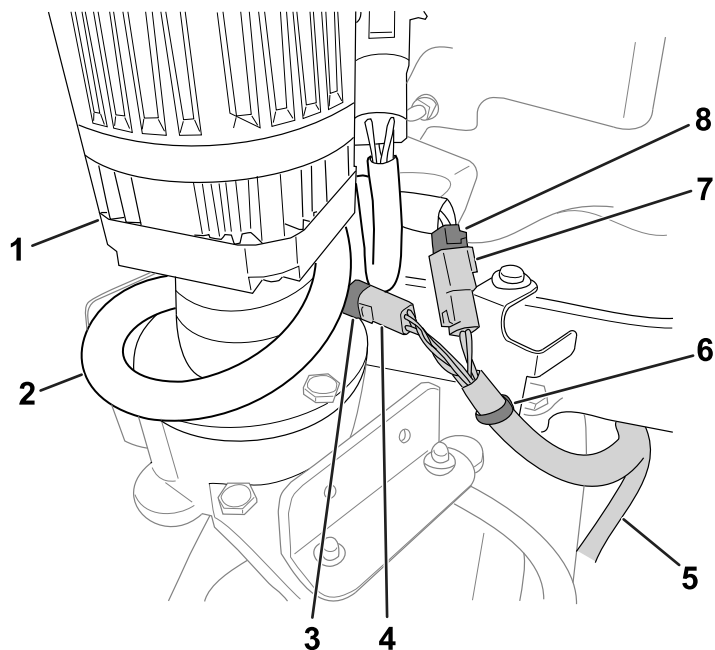

Figura 6
3. Passe os restantes conectores da cablagem do caixa de velocidades na direção do motor da direção (Figura 6)
4. Corte a abraçadeira que prende a cablagem da máquina ao suporte, deixando o fixador de pressão no lugar (Figura 6). Descarte a abraçadeira.
5. Ligue os conectores do caixa de velocidades aos conectores da cablagem da máquina (Figura 6):
6. Enrole a cablagem adicional da máquina em volta do motor da direção como se mostra na Figura 6.
7. Utilizando uma abraçadeira fornecida no kit, prenda a cablagem da caixa de velocidades ao fixador de pressão, como se mostra na Figura 6.